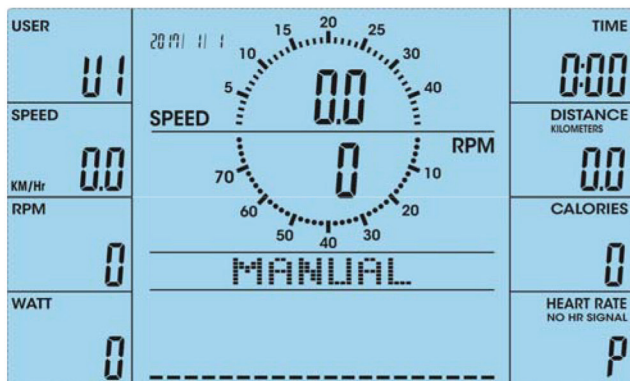

Fig. 16
1. Tryk på ENTER i programmet MANUAL (fig. 16).
1. Vælg MANUAL, og bekræft med ENTER (fig. 16).